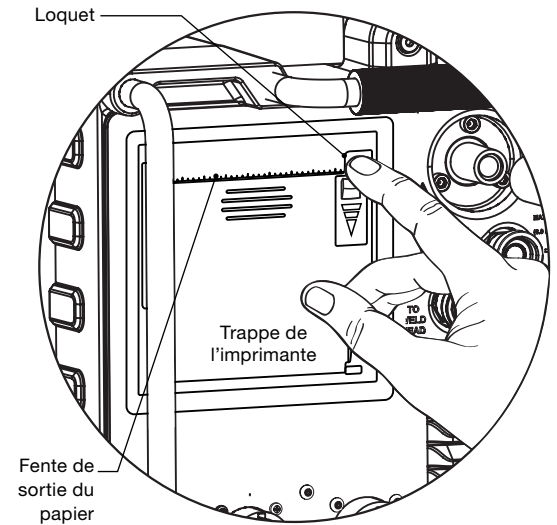

Fig. 50 – Ouvrir la trappe de l'imprimante
1. Appuyez sur le loquet pour ouvrir la trappe de l'imprimante (cf. Fig. 50).